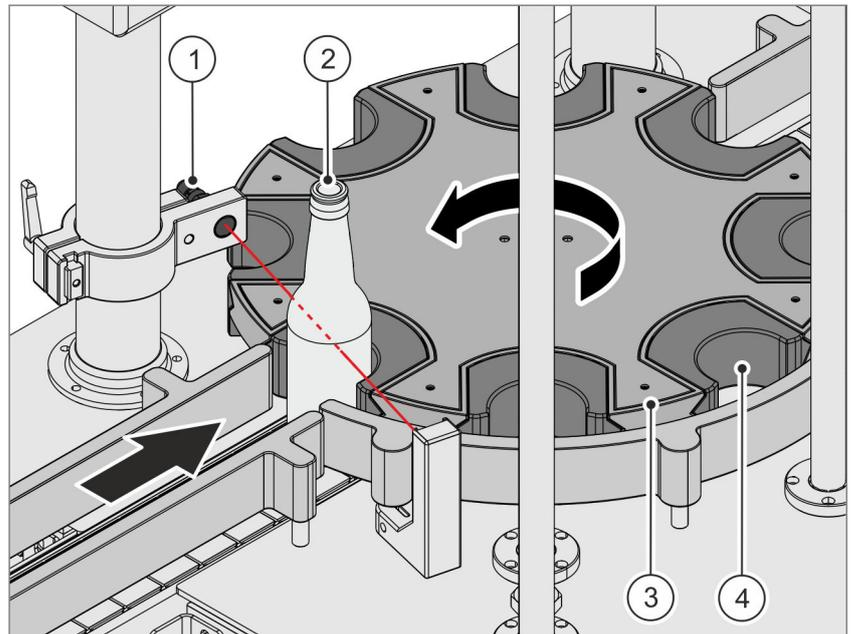

Abb. 10 Drehstern und Kassetten
- ① Optischer Sensor
- ② Glasflasche
- ③ Drehstern
- ④ Kassetten (Einsätze)
Über den Drehstern Abb. 10/③ werden die leeren Glasflaschen Abb. 10/② unter die Abfüllköpfe getaktet. Die vom Förderband transportierten Flaschen werden vor dem Drehstern vereinzelt und in eine freie Kasette Abb. 10/④ positioniert.
Ein optischer Sensor Abb. 10/① erkennt, ob sich eine Flasche in der Kasette befindet, und taktet bei Erkennung den Drehstern weiter. Eine weitere Flasche wird in die nächste Kasette positioniert.